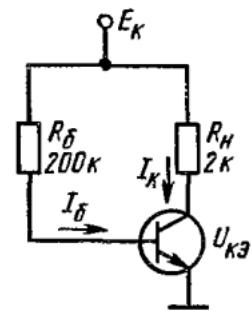

Рис. 2.32
**2.54.** Транзистор с коэффициентом передачи тока базы  $\beta = 49$  используется в схеме, изображенной на рис. 2.32. Определить напряжение  $U_{K\mathcal{E}}$  при  $T = 50^\circ\text{C}$ , если обратный ток коллекторного перехода  $I'_{K\mathcal{B}0} = 10 \text{ мкА}$  зависит от температуры по закону  $I'_{K\mathcal{B}0} = I_{K\mathcal{B}0} e^{0,08(T - T_0)}$ , где  $T - T_0 = 50 - 25 = 25^\circ\text{C}$ . Напряжение источника  $E_k = +20 \text{ В}$ .
**2.55.** Транзистор с параметрами  $\beta = 50$  и  $I_{KB0} = 10 \text{ мкА}$  при  $T = 25^\circ\text{C}$  используется в схеме, изображенной на рис. 2.32. Напряжение  $E_K = +20 \text{ В}$  и  $U_{B\bar{E}} = 100 \text{ мВ}$ . Определить напряжение  $U_{K\bar{E}}$  при  $T = 25$  и  $50^\circ\text{C}$ . Считать, что температурный коэффициент напряжения  $\partial U_{B\bar{E}} / \partial T = -2,5 \text{ мВ/К}$ .